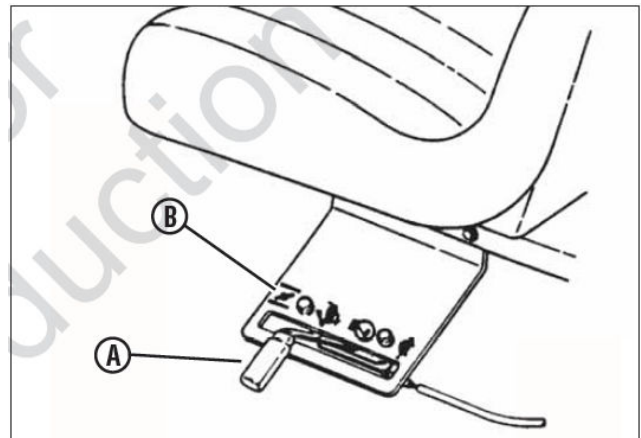

Рис. 6. Регулятор оборотов двигателя
5. Поверните рычаг регулировки оборотов двигателя (А, рис. 6) в положение закрытой заслонки (В), чтобы запустить холодный двигатель.
- Переведите рычаг управления оборотами двигателя (А, рис. 6) в положение закрытой воздушной заслонки (В) для запуска холодного двигателя.